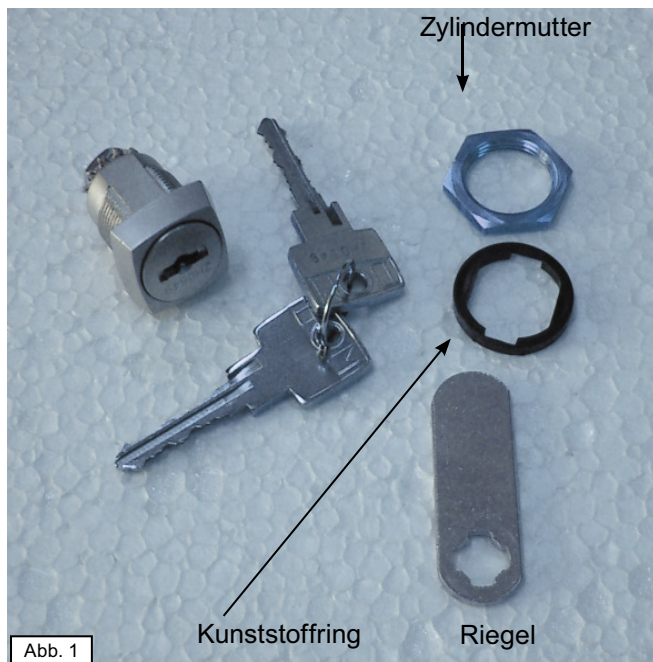

Abb. 1
(Bei Montage mehrerer Schränke empfiehlt sich die Herstellung einer Bohrschlabone gem. Abb.1)
- 1.) Parkfeldmittig 2 Bohrungen mit Abstand = 1330mm und Höhe = 1860mm (bei Lochmass 220mm) 1760mm (bei Lochmass 320mm) erstellen. (Abb.1)